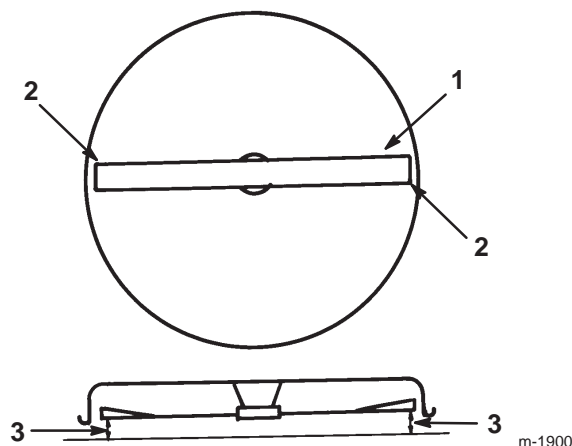

Figure 42
9. Tournez prudemment la lame pour la placer transversalement (Fig. 42).
10. Mesurez la distance entre les tranchants extérieurs et le sol plat (Fig. 42). Si les deux mesures diffèrent de plus de 5 mm, l'horizontalité transversale doit être réglée comme expliqué aux points 11 à 14.